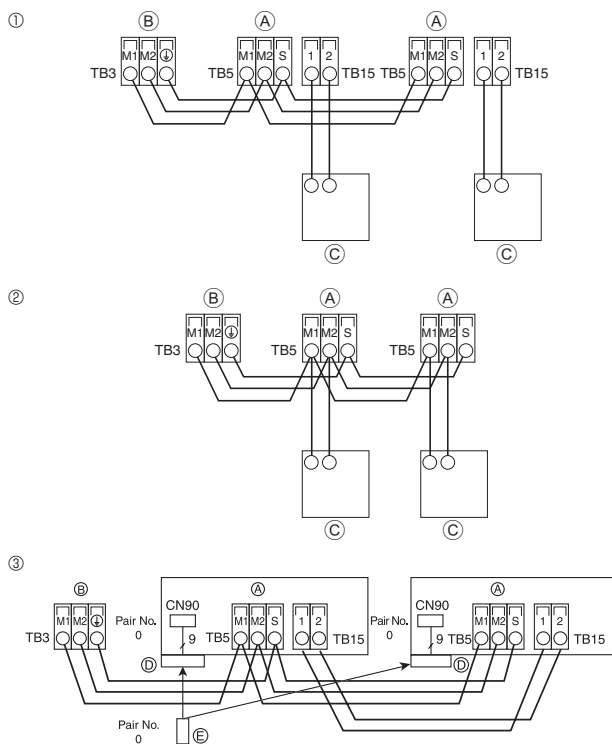

Fig. 6-3
6.4. De afstandsbediening en de transmissiekabels voor het binnen- en buitenapparaat aansluiten (Fig. 6-3)
- ① MA-afstandsbediening
- ② M-NET-afstandsbediening
- ③ Draadloze afstandsbediening (Bij installatie van een draadloze signaalontvanger)